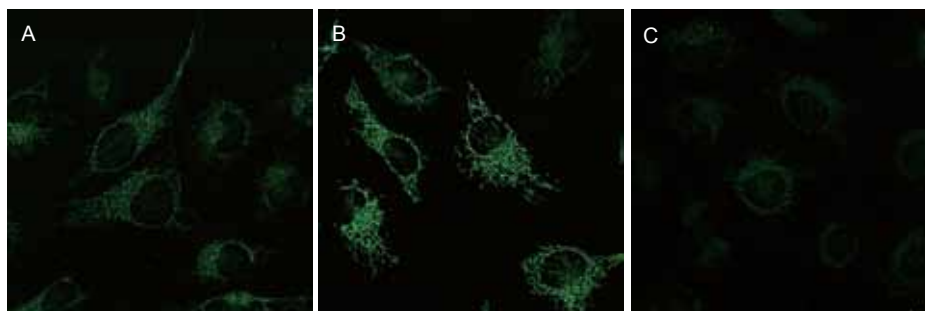

図 4 Mito-FerroGreen を用いたミトコンドリアの鉄 (II) の検出
- 6) 10 mmol/l となるように超純水で硫酸アンモニウム鉄(II) 溶液を調製し、終濃度 100  $\mu\text{mol/l}$  となるように添加し混合した。
- 8) 細胞を共焦点レーザー顕微鏡で観察した(図 4)。